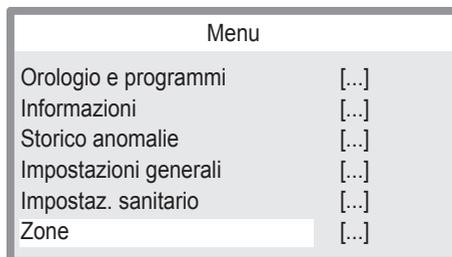

Figura 2.23
- Premere il tasto 15 (Figura 2.22) per accedere al menu principale (Figura 2.23).